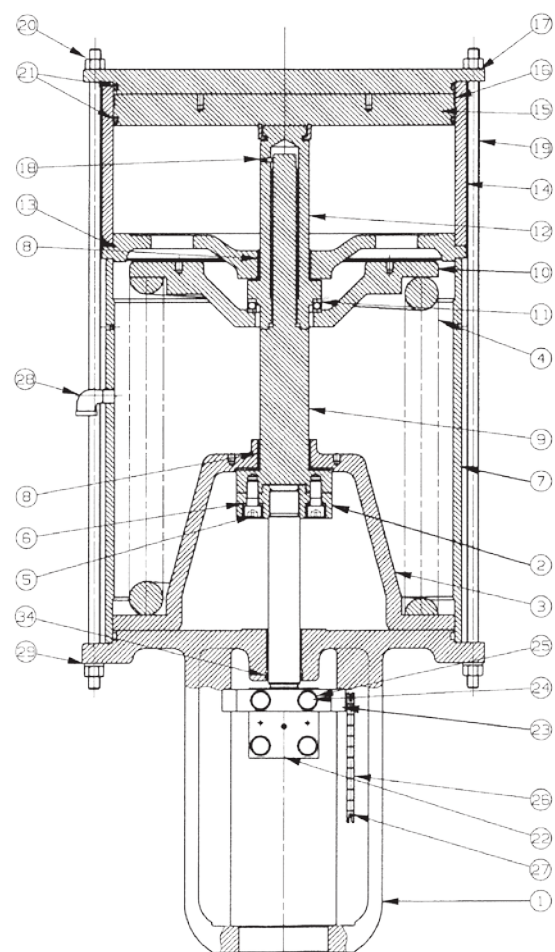

**Figura 14**
## Cómo realizar una conexión de aire para extender (modelo 52) (Figura 14)
2. Conecte los tubos del panel de carga manual en la placa superior (17).
4. Extienda el vástago del actuador neumáticamente o con un volante aproximadamente 0,1 pulg. (2 mm), utilizando la escala de recorrido visual como se muestra en la Figura 14.
5. Ensamble la abrazadera dividida (22).